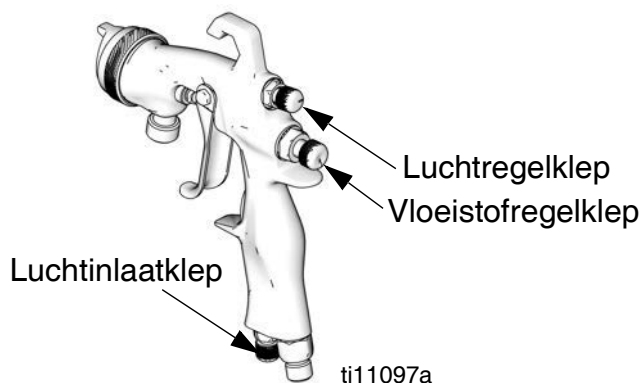

FIG. 3
2. Open de luchtregelklep door deze geheel tegen de klok in te draaien. Dit geeft het breedste waaierspatroon. Zie FIG. 3.
3. Om een rond patroon te krijgen, sluit u de patroonlucht af door de luchtregelklep geheel met de klok mee te draaien. Zie FIG. 3.